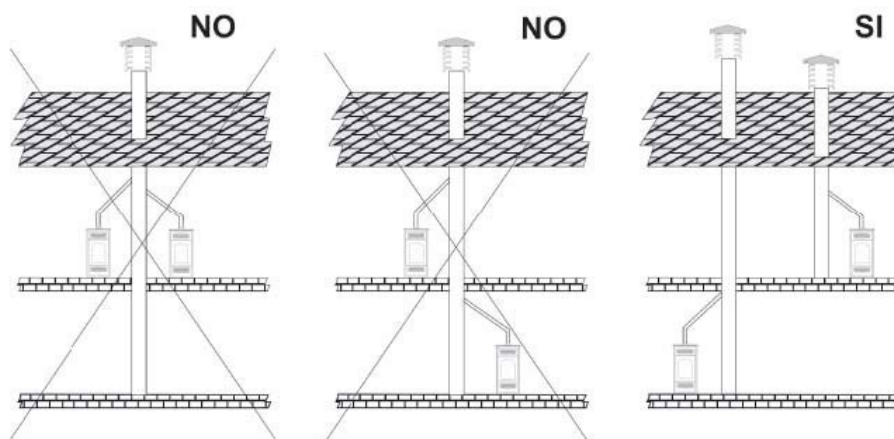

Fig 1
- Non deve essere collegata a nessun altro caminetto, stufa, caldaia, o cappa aspirante di nessun tipo (fig. 1).